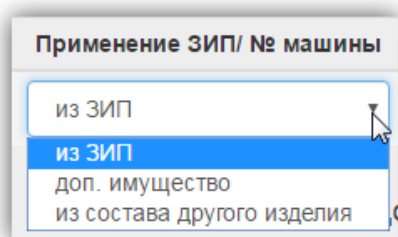

Рис. 8-15 – Список доступных значений в поле «Применение ЗИП»
6) В поле «Применение ЗИП» указать источник СЧ, установленной взамен неисправной – «из ЗИП», «доп. имущество» или «из состава другого изделия» (рис. 8-15).